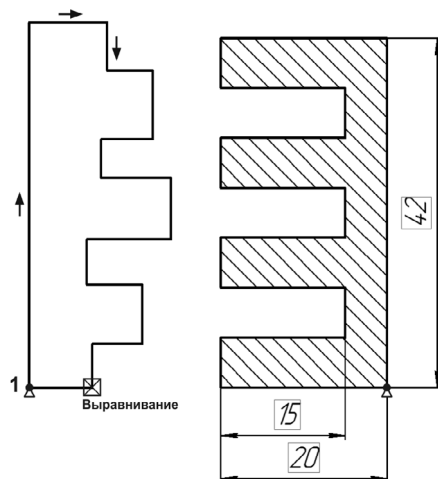

Рис. 62.56.
3. Из точки 1 постройте ломаную линию (рис. 62.56). Форму детали можно задать приблизительно.